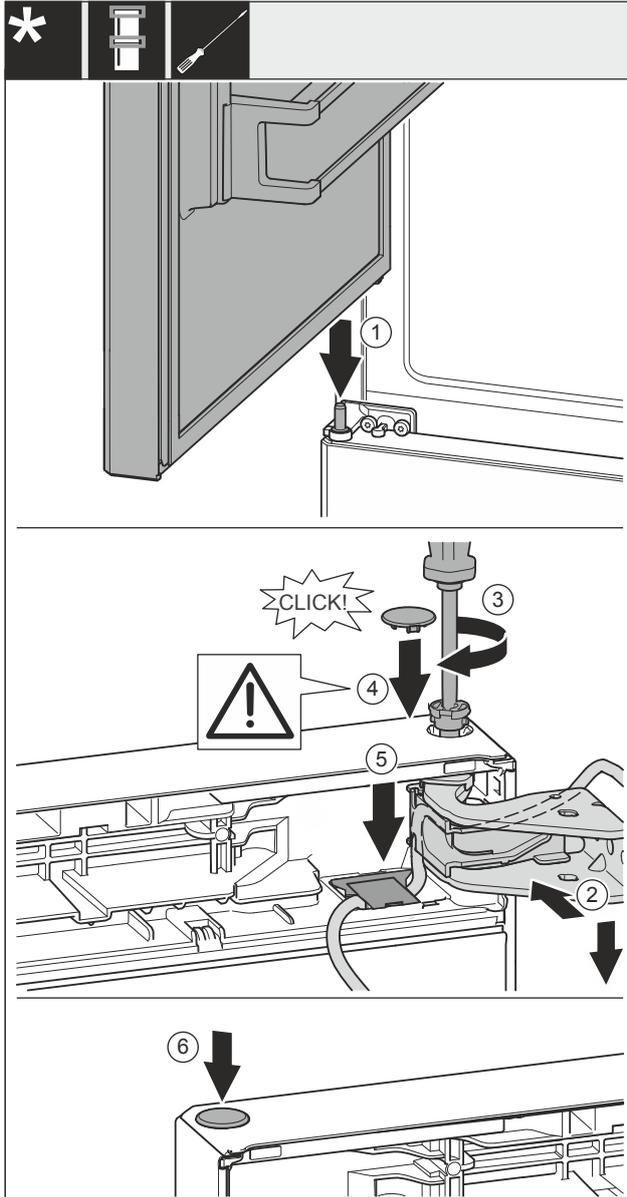

Fig. 46
- ▶ 冰箱上方门放置在中间轴承螺栓 Fig. 46 (1)上。
- ▶ 将冰箱门的上方对准托架 Fig. 46 (2)中的开口。
- ▶ 放入螺栓 Fig. 46 (3)并用螺丝刀拧紧。
- ▶ 装入盖板 Fig. 46 (4)。
- ▶ 检查盖板 Fig. 46 (4)是否紧贴于冰箱门上。
- ▶ 将盖板 Fig. 46 (5)安装并朝下按压，直到其卡入到位。
- ▶ 装入盖板 Fig. 46 (6)。